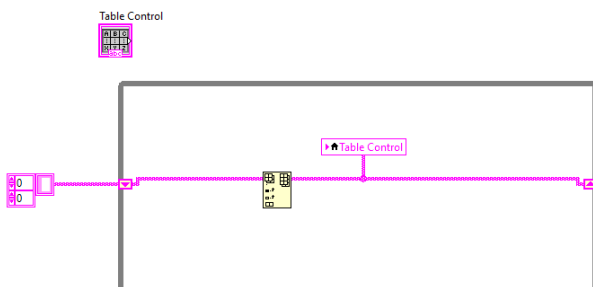

Рис.9.2. Схема підключення
9. Виконати підключення рис.9.2